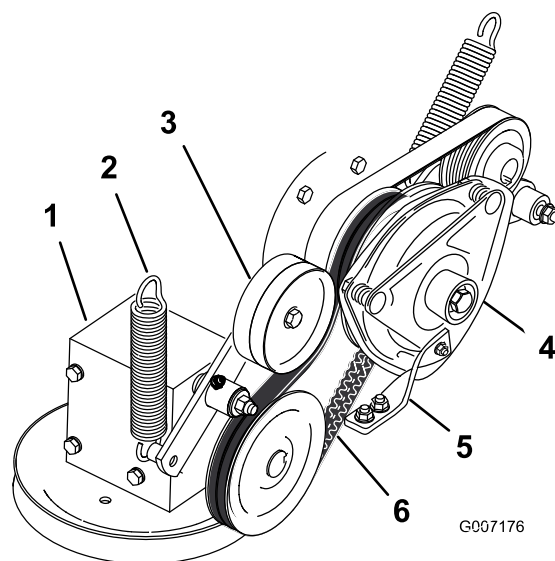

Figura 70
7. Instale a correia de transmissão da tomada de força em torno da polia da embraiagem e da polia da caixa de velocidades (Figura 70).
9. Instale a mola no braço intermédio (Figura 70).
4. Retire a mola do braço intermédio (Figura 70).